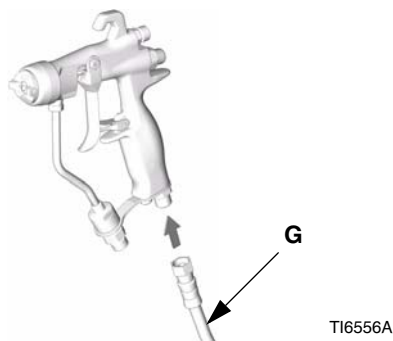

Рис. 2
5. Соедините воздушный шланг (G) с воздуховпускным отверстием пистолета 1/4 прсм. Смотрите Рис. 2.